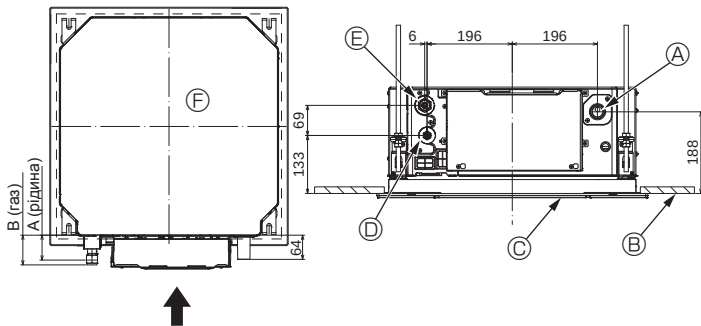

Fig. 5-7
5.4. Розміщення труб холодоагенту та дренажних труб (Fig. 5-7)